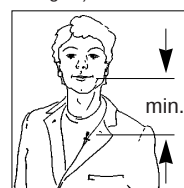

Fig. 3: Fixar o microfone próximo da boca
2. Fixe o microfone o mais próximo possível da boca na roupa ou na lapela do locutor/da locutora. (Veja fig. 3.)